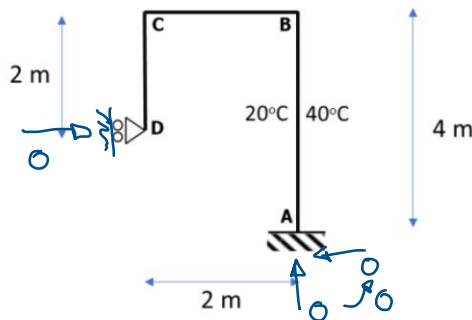

Figura 1
PROBLEMA 1.20: En la estructura ABCD que se muestra en la figura 1, de extremos A empotrado y D con movimiento horizontal impedido, existe una sollicitación térmica en el tramo AB, tal y como se indica. El canto de todos los perfiles toma el valor $c=10$ cm, el valor del coeficiente de dilatación térmica $\alpha=1 \cdot 10^{-5} \text{ } ^\circ\text{C}^{-1}$ y el producto $E \cdot I=2 \cdot 10^5 \text{ kN} \cdot \text{m}^2$.
a) Reacciones en los apoyos de la estructura de la Figura 1
b) Movimientos del nudo C de la estructura de la Figura 1